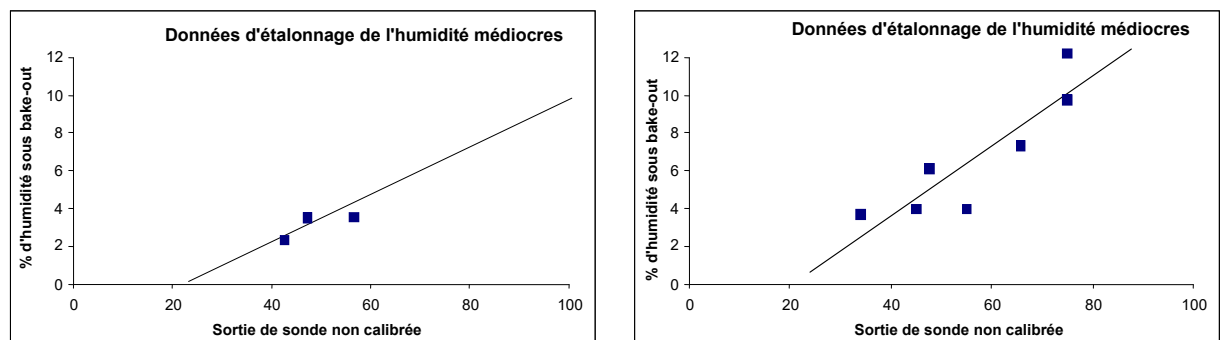

Figure 19 : exemples de points d'étalonnage du matériau incorrects
- Les échantillons prélevés ont des taux d'humidité trop proches (Figure 19, gauche). Une plage suffisante doit être utilisée.
- Il existe une grande dispersion entre les mesures, comme le montre le graphique d'étalonnage Figure 19 (à droite). Ceci implique généralement une approche peu fiable ou incohérente du prélèvement des échantillons pour un séchage au four ou un